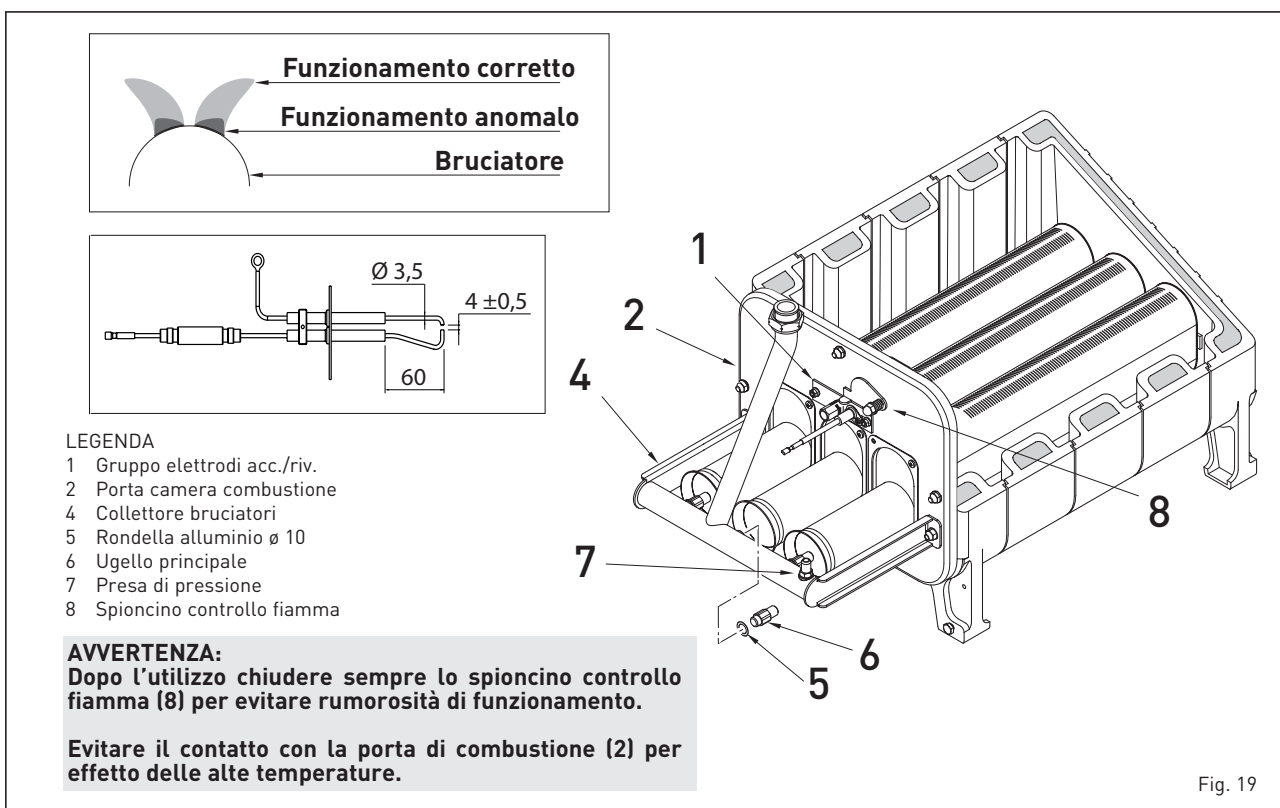

Fig. 19
4.1.1 Regolazioni pressioni valvola (fig. 19 - fig. 20)
- Collegare la colonnina o un manometro alla presa di pressione del collettore bruciatori (7 fig. 19).
- Togliere il cappuccio (1) del modulatore.
- Regolare la pressione massima agendo sul dado (3) e ricercare il valore della pressione massima indicato in